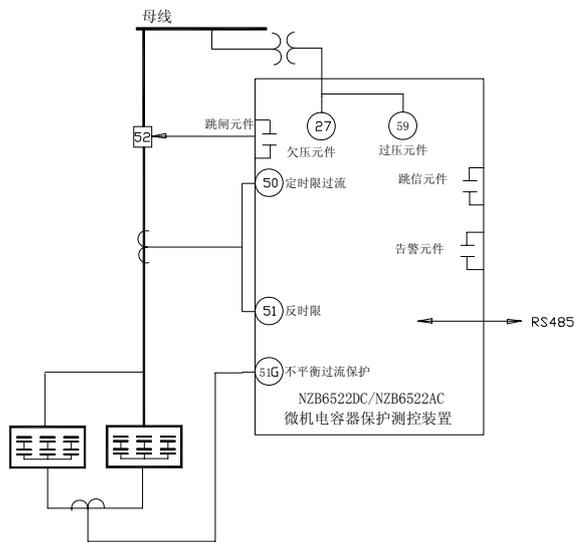

图2: NZB6522DC/ NZB6522AC功能配置图
1.3.2 NZB6522DC/ NZB6522AC微机电容器保护装置，功能配置见图2